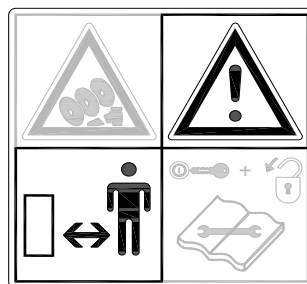

Fig. 5
**Håll minst 4 meters avstånd!** (Fig. 5)